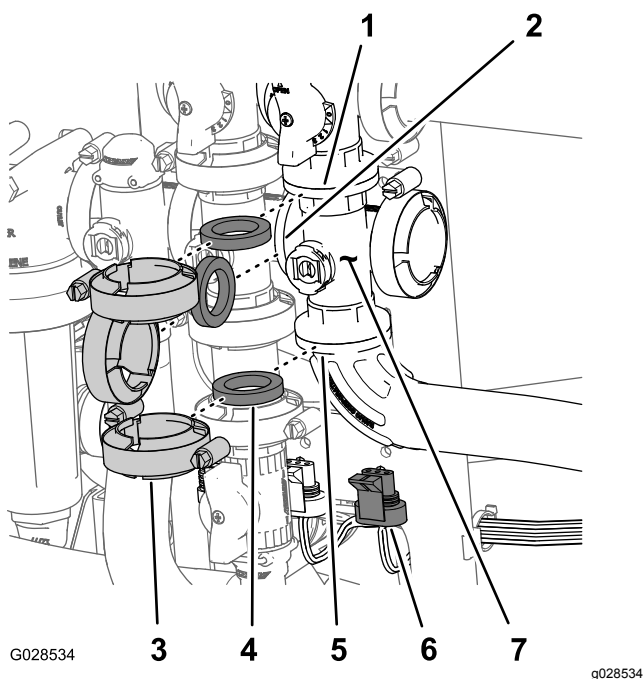

Figure 92
1. Retirez les colliers et les joints qui fixent le collecteur de la vanne maîtresse des rampes (Figure 92) à la vanne de dérivation de la vanne maîtresse, la vanne d'agitation et le raccord à bride à 90° (au bout du flexible du débitmètre).